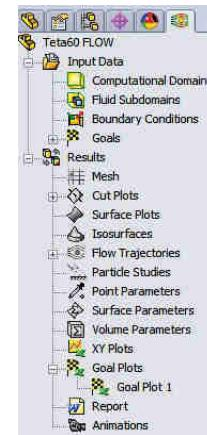

Fig. 15.12
- Click **Finish**; proiectul va fi creat simultan, fig. 15.12, cu generarea automată a volumului de control (3D Computational Domain).
- Click **Finish**; the project is created, fig. 15.12, and the 3D Computational Domain is automatically generated.
- În arborele analizei de curgere, fig. 15.12, se va expanda ramura **Input Data**.
- In the Flow Simulation Analysis tree, fig. 15.12, expand the **Input Data** item.